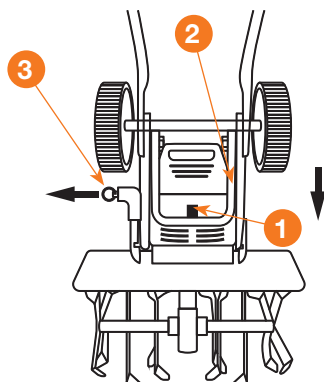

Рис. 21
2. Для перевода колес из рабочего режима в транспортировочный, нажмите на кнопку блокировки **1**, опустите колесную раму **2** в нижнее положение и зафиксируйте её, оттянув стопорное кольцо **3** (Рис. 21).